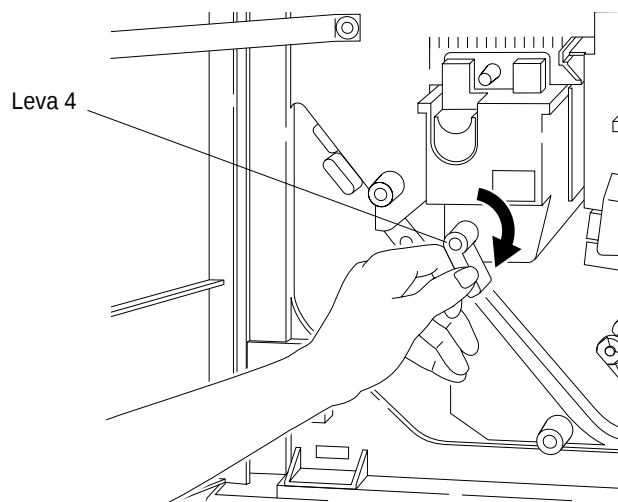

Figura 3-56 Girare la leva 4
1. Aprire la porta anteriore e girare la leva 4 completamente in senso orario, come mostrato nella Figura 3-56. Così facendo la pressione sulla carta che esce dall'area dell'unità fusore viene allentata.